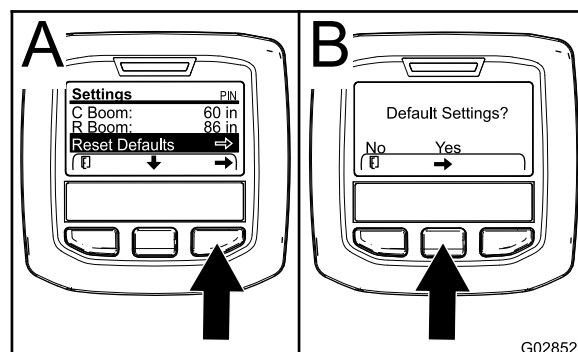

Bild 75
1. Drücken Sie die mittlere Auswahl taste, um auf den Eintrag „Reset Default“ zu navigieren (Bild 75).
3. Drücken Sie auf dem Bildschirm „Default Settings“ die linke Auswahl taste für „Nein“ oder die rechte Auswahl taste für „Ja“ (Bild 75).